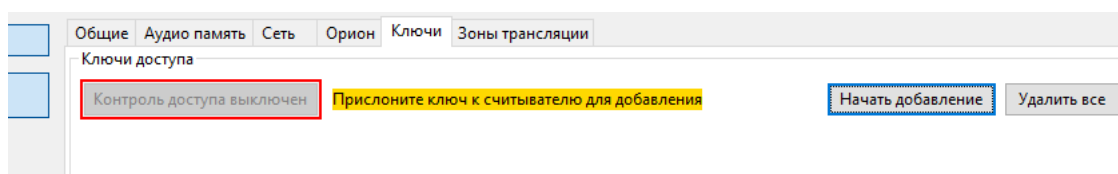

Рисунок 2.2.14. Добавление нового ключа доступа.
- 1) Нажать кнопку «Начать добавление». Появится надпись «Приложите ключ к считывателю для добавления» (Рисунок 2.2.14). На лицевой панели консоли начнет мигать индикатор «Доступ», синхронно с ним будет звучать длинный звуковой сигнал.